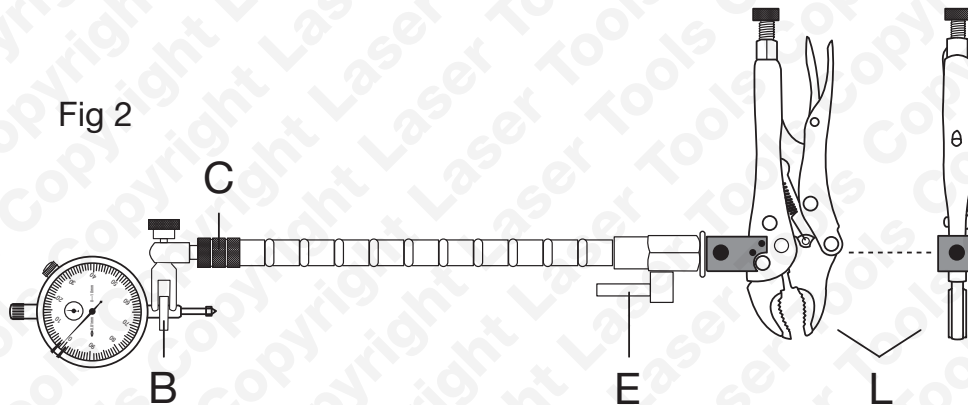

Fig 2
- Para ajustar el pilar de montaje ajustable, apriete o afloje el regulador (C) de modo que, si se gira la palanca (E) 90 grados, se bloquee el pilar. Fig. 2
- Monte el pilar de montaje ajustable en las tenazas de sujeción tal y como se muestra en la Fig. 2 con la arandela (K) suministrada.
- Monte el indicador de dial en la pinza de montaje (B) como se muestra en la imagen. Apriete el tornillo de fijación con los dedos.